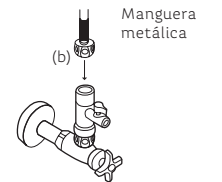

Figura 6.
3. Enrosca la manguera metálica (b) al adaptador (ver Figura 6).